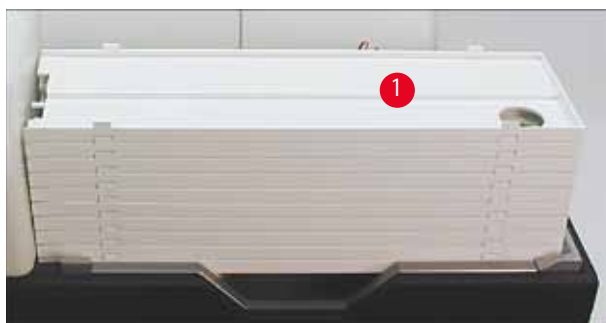

Рис. 38
1. Разместите стопку поддонов (→ "Рис. 38-1") на подъемном столе станции разгрузки (→ "Рис. 38").